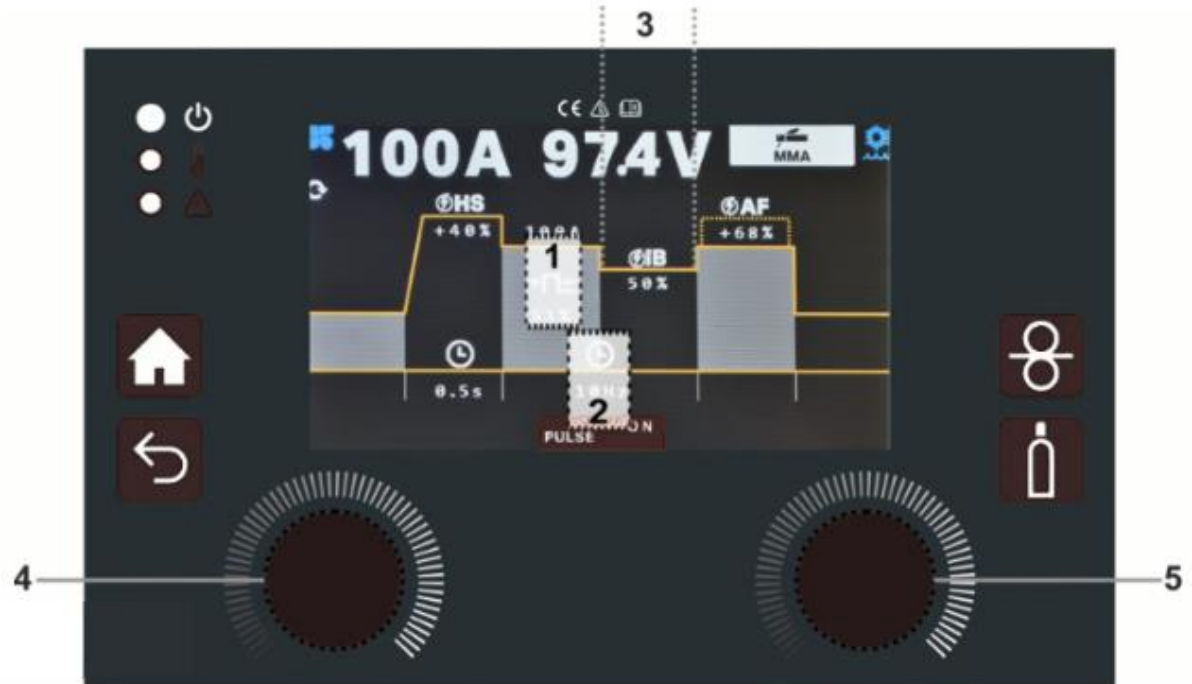

Fig. 16
- Colocar PULSE en ON mediante el encoder lateral derecho(5 - Fig. 16). En MMA pulsado, la corriente de soldadura oscila entre un valor alto y un valor bajo de corriente permitiendo un menor aporte térmico en chapas más finas y un mayor control del arco en las posiciones más exigentes (vertical ascendente).